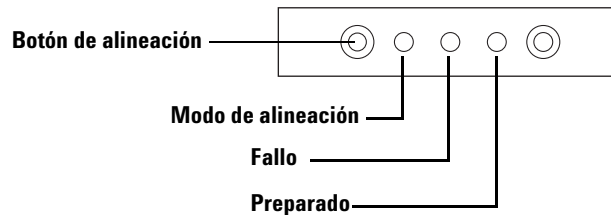

Figura 110 Alinee la bandeja de muestras
- 1 Utilice un objeto largo y estrecho (como la punta de un bolígrafo) para presionar el botón interior de alineación situado a la izquierda de los indicadores luminosos. Evite el contacto con todo lo que haya detrás o alrededor del botón interior en el orificio (Figura 110).